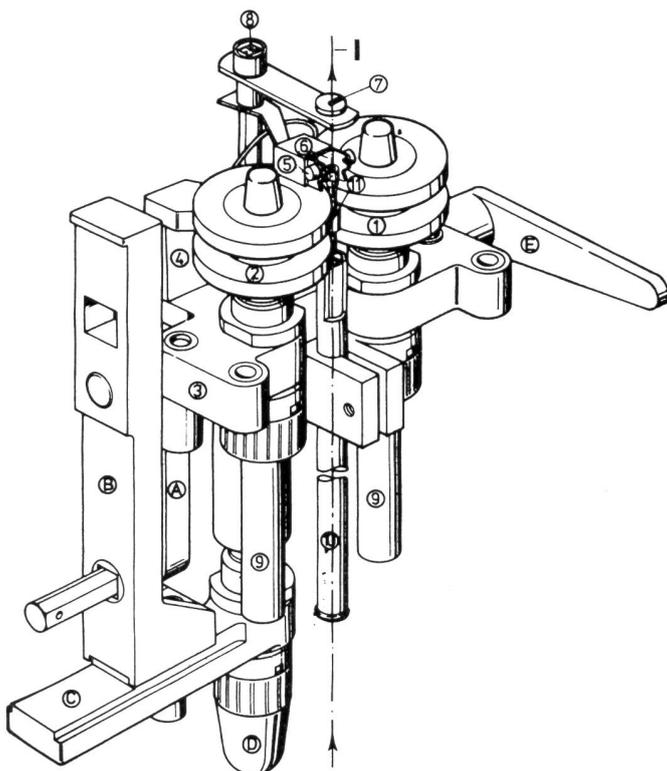

Abbildung 4 Aufbau und Funktion HE-Q-MA-Magnetspindel. Der Fadenlauf kann wahlweise von oben nach unten oder umgekehrt erfolgen (I=Fadenlauf).
Zusammen mit den Unterteilen werden beide Spindeltypen zu Einfach- oder Doppelspindeln kombiniert (umschaltbar auf S-, Z-, SZ- oder SS-, ZZ-Drehung). Der Aufbau einer Einfachspindel ist aus Abbildung 4 ersichtlich. Die Antriebsrollen (1) und die Stützrollen (2) sind auf dem Spindelträger (3) montiert. Auf den gleichen Achsen wie die Rollen liegen die Wirtel (9), die durch einen Treibriemen angetrieben werden. Der Polschuh (4) ist so ausgeführt, dass die beiden Magnetpole, die das Drehrohr gegen die Rollen pressen, in einer horizontalen Ebene gelagert sind. Zusätzlich hat die Spindel den Schutzbügel (6), den Fadenführer (7) und das Fadenführungsrohr (10). Die Messsonde (5) dient zur Messung der Drehzahl des Drehrohres, und die HE-Q-MA-Plombe (8) dient als Güte-Siegel für die HE-Q-MA-Garantie.